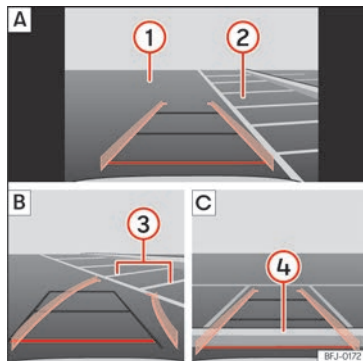

Abb. 160 Anzeige auf dem Bildschirm des Infotainment-Systems: Einparken mit dem Rückfahrassistenten.
Legende zur >>> (Abb. 160):
- Bringen Sie das Fahrzeug vor die Parklücke **>>> (Abb. 160) 2 A**.